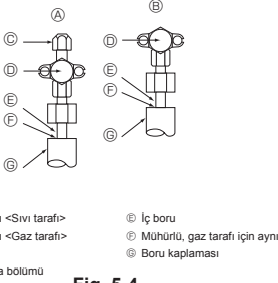

Fig. 5-4
5.4. Soğutucu borusu hava sızdırmazlığı test yöntemi (Fig. 5-4)